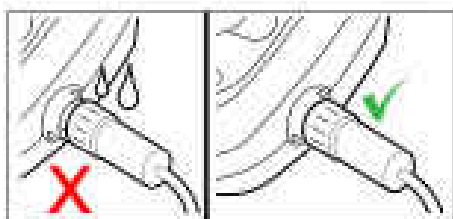

Figure 11. Connecter un câble flottant
2. Saisissez l'extrémité encochée du câble d'alimentation flottant, insérez-la dans le boîtier de commande et tournez dans le sens des aiguilles d'une montre pour la resserrer. (Figure 11).